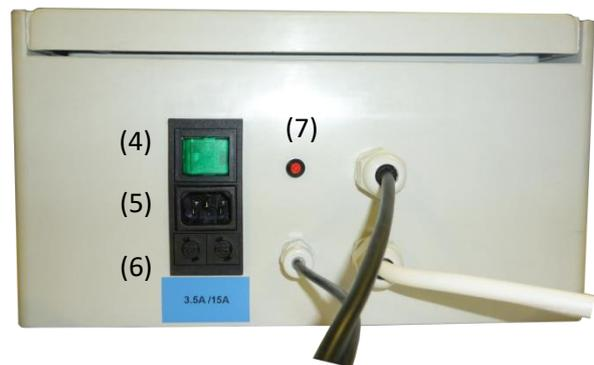

Figure 9 - Armoire pneumatique – Face Avant
Le robinet (1) libère la pression vers l'armoire pneumatique (visser pour ouvrir). La pression libérée est indiquée dans le manomètre (2), et doit être supérieure à 7 bars. La sortie d'air (3) est le tuyau qui alimente l'armoire. Le relier au trou central du bornier de l'armoire (voir Figure 9).